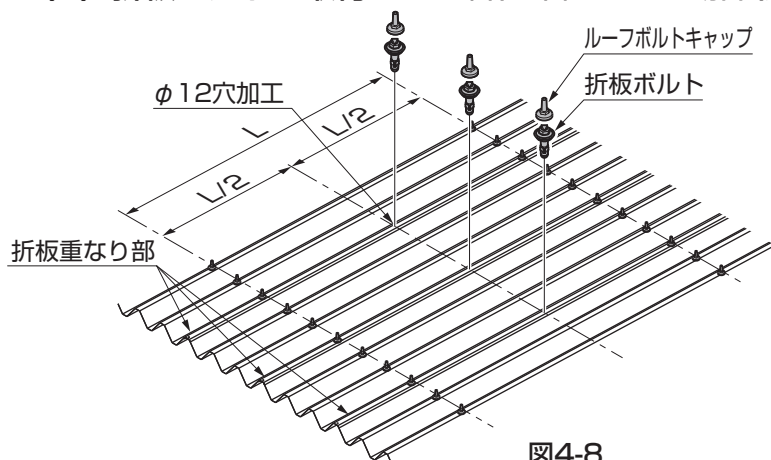

図4-8
- ① 図4-8を参照して、梁と梁の中間の折板重なり部にφ12の穴加工をしてください。
- ② 折板に折板ボルトを取付けてください。